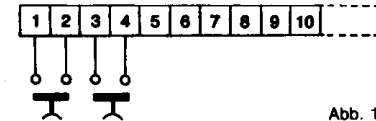

Abb. 1
- 1.C) Zwei Tasten des normalerweise geöffneten Typs sowohl zwischen den Klemmen 1 und 2 als auch zwischen den Klemmen 3 und 4 der Klemmleiste des Gerätes (siehe Abb. 1) verbinden.